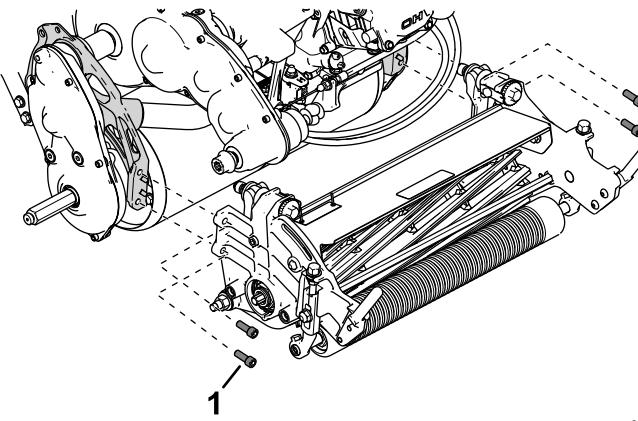

Рисунок 44
5. С помощью 4 винтов с головкой под торцевой ключ прикрепите режущий блок к раме (Рисунок 44).